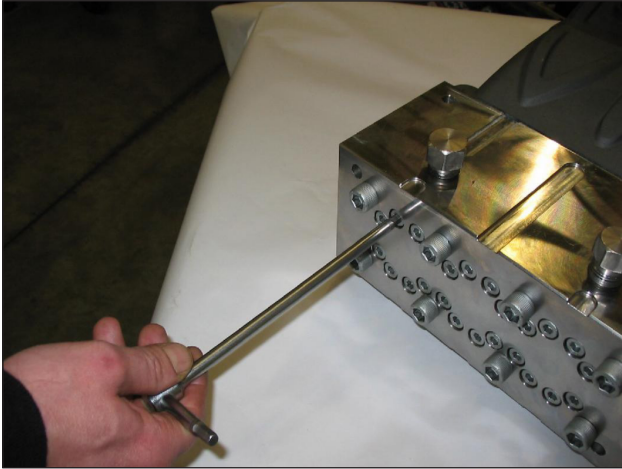

Abb. 16
- Lockern Sie die Befestigungsschrauben M8x100 der Buchsen am Kopf gemäß Abb. 16, um die Ventilgruppen freizugeben.